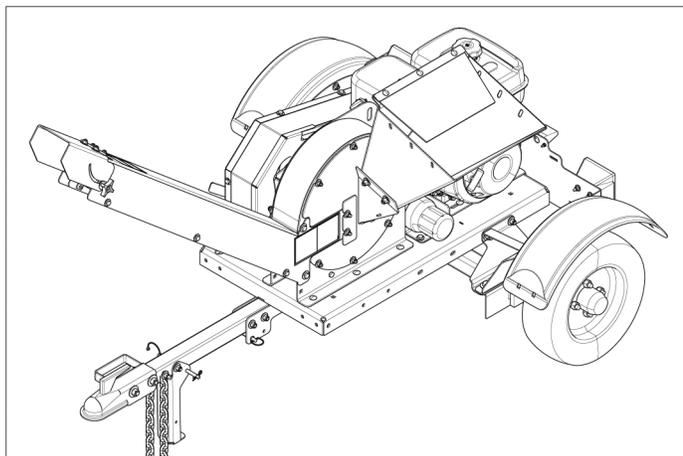

Рис. 2.10. Вариант конфигурации прицепа (показан с дополнительным специальным разгрузочным комплектом с трубой, дет. № 74634-00)
- Разгрузочный материал направляется в кузов транспортного средства с помощью дополнительного разгрузочного комплекта с трубой (дет. № 74634-00). См. рис. 2.10.